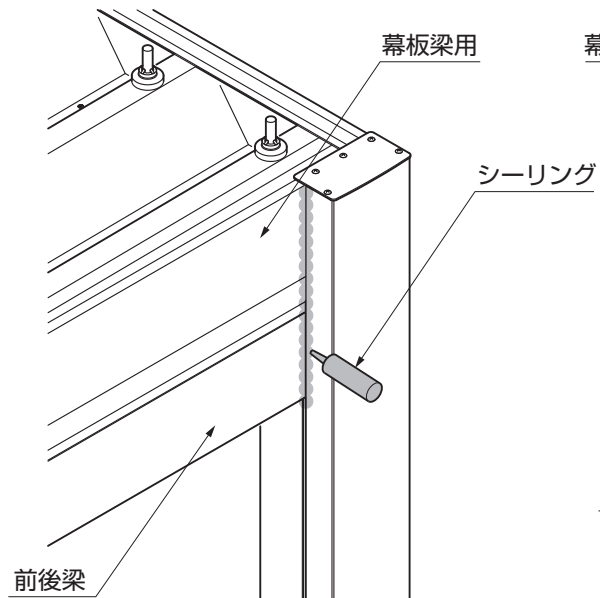

図18-19 端部のシーリング
⑬ 竖樋、前後枠、幕板梁用の接合部にシーリングをしてください。（図18-19、図18-20参照）